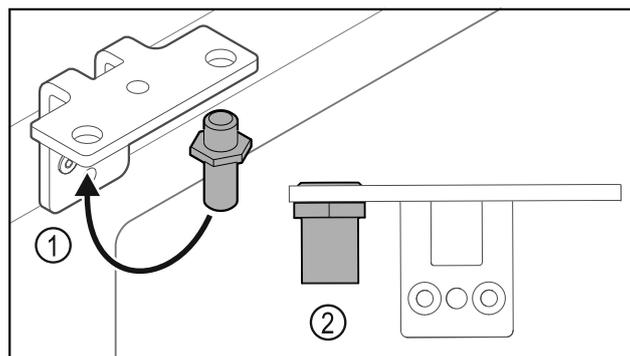

Fig. 32
- ▶ Mettre l'axe Fig. 32 (1) dans l'autre trou de l'équerre de charnière.
- ▶ Serrer l'axe Fig. 32 (2) au **couple de 12 Nm**.